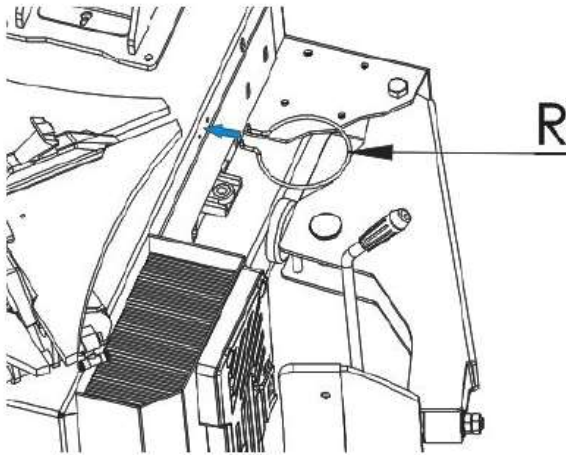

Abb. 9
- Wie in Abb. 9 zu sehen, stecken Sie die beiden Köpfe des Hängers R in die beiden entsprechenden Ø5 Löcher an der rechten Seite der Säule rein. Vergewissern Sie sich, dass die Haken nach oben zeigen.